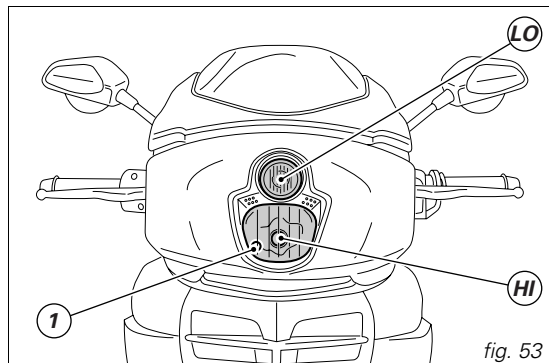

fig. 53
Avant de remplacer une ampoule grillée, assurez-vous la tension et la puissance de l'ampoule neuve correspondent aux valeurs indiquées dans le paragraphe « Circuit électrique » page 87. Vérifiez toujours le fonctionnement de l'ampoule neuve avant de reposer les pièces déposées. La fig. 53 montre l'emplacement de l'ampoule du feu de croisement (LO), du feu de route (HI) et du feu de position (1).